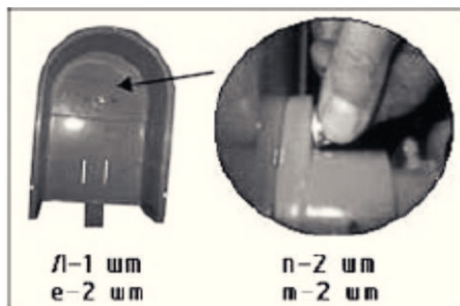

Рис. 13.
6.13. Используя 2 болта (е), 2 гайки (п) и 2 шайбы (т), установите внутренний кожух электродвигателя (Л) закрепив его на скобе (Г), как показано на Рис.13.